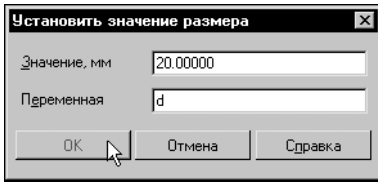

Рис. 65.2. Ввод имени переменной
7. В диалоге **Установить значение размера** введите в поле **Переменная** имя переменной —  $d$  (рис. 65.2).